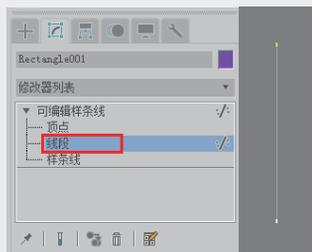

图3-166 删除其余线段
- 03 切换至“修改”面板，在“修改器堆栈”栏中选择“线段”模式，框选矩形的三条线段进行删除，得到一条笔直的竖线，如图3-166所示，该直线便是放样的路径。